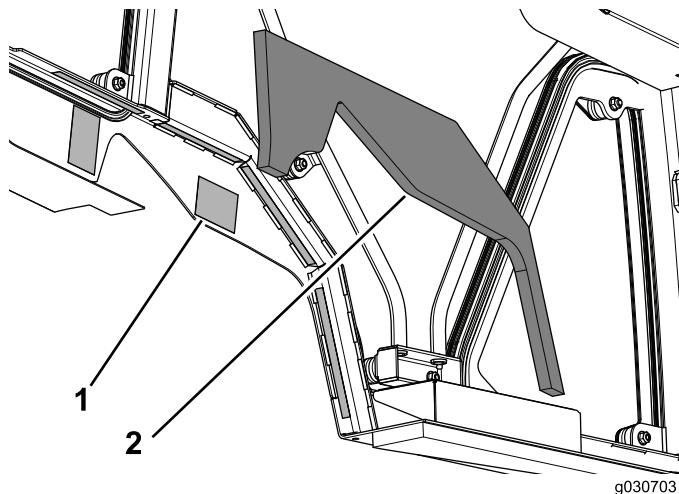

Figure 13
- Retirez la pellicule protectrice du ruban adhésif double face des deux côtés de la cabine (Figure 13).
- Appliquez l'élément en mousse gauche du réservoir sur la cabine (Figure 13).